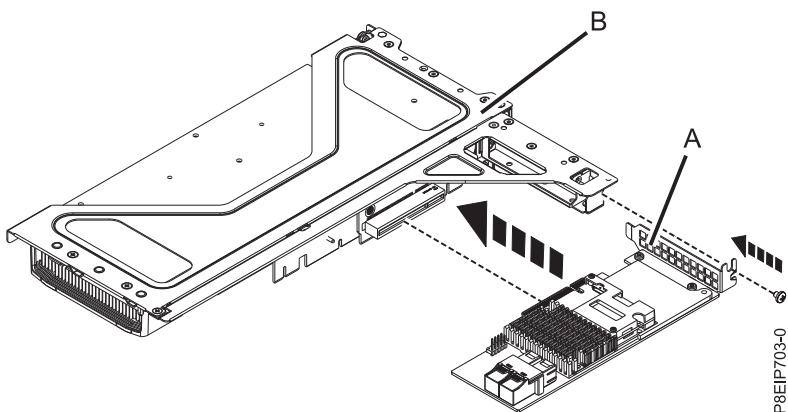

図 42. ライザーの位置 3 へのアダプターの挿入
- b. アダプター (A) をライザー (B) に挿入し (42 ページの図 42 を参照)、正しく位置合わせして、スロットに完全に挿入します。アダプター・テール・ストックを、必要に応じて 1 本または 2 本のねじで固定します。